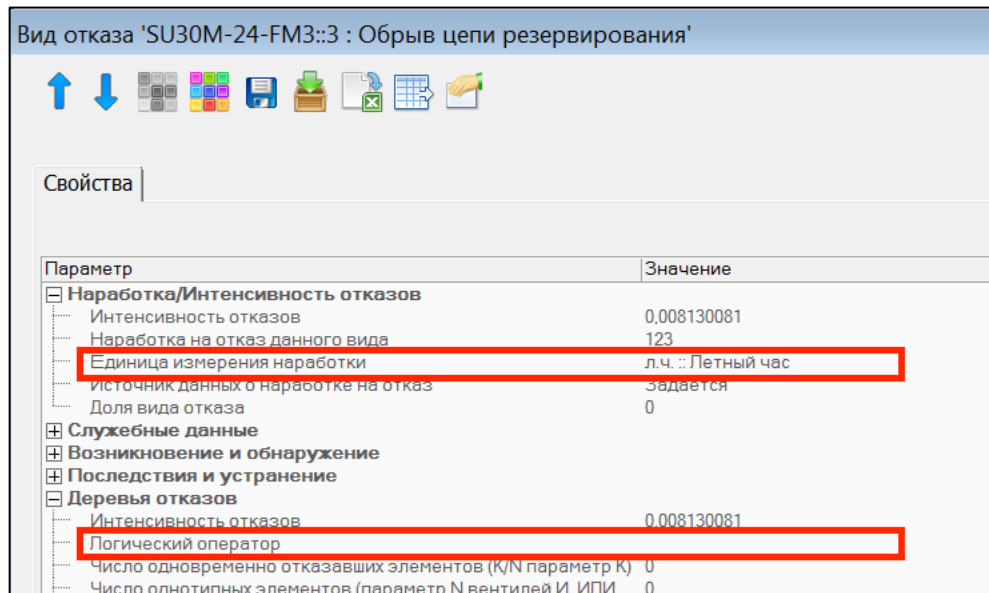

Рис. 10-355 – Атрибуты ФО, используемые при расчете наработки на отказ
- 3) В поле «Наименование» для созданного события ввести «Внешнее событие» (рис. 10-355).